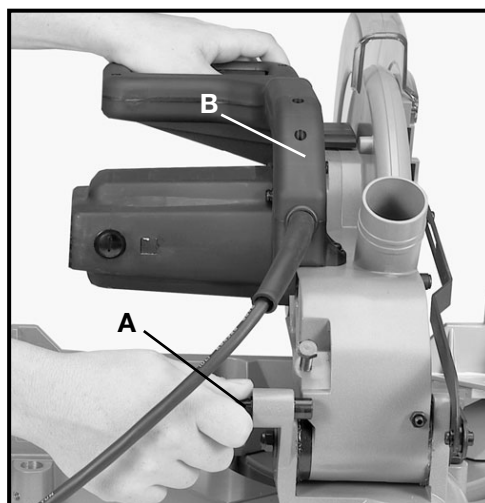

Fig. 4
- 1. Tirez la goupille de blocage de la tête de coupe (A) fig. 4, et relevez la tête de coupe (B) en position haute.